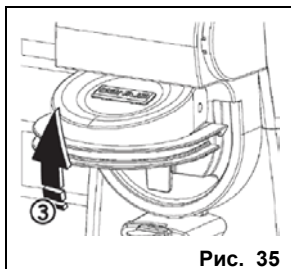

Рис. 35
1. Открыть крышку механизма отпирания. Рис. 35